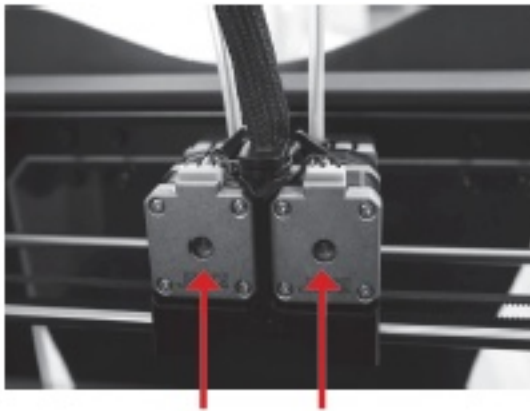

Abb. 1.1
- *Dreht sich der Extruder-Antrieb?* Zeichnen Sie mit einem Marker eine Linie quer über das Ende der Antriebswelle (sichtbar auf der Rückseite des Antriebes). Wenn der Extruder läuft, sollten Sie sehen können, wie sich die Welle dreht. Die Welle ändert manchmal die Richtung, um den Faden zurückzuziehen, während der Extrusion jedoch sollte sich die Welle langsam, aber konstant bewegen. Wenn die Welle sich nicht oder nicht mehr dreht, nehmen Sie bitte Kontakt mit dem MakerBot-Support auf und wir werden Ihnen helfen, herauszufinden, wo das Problem liegt [Abb. 1.1].